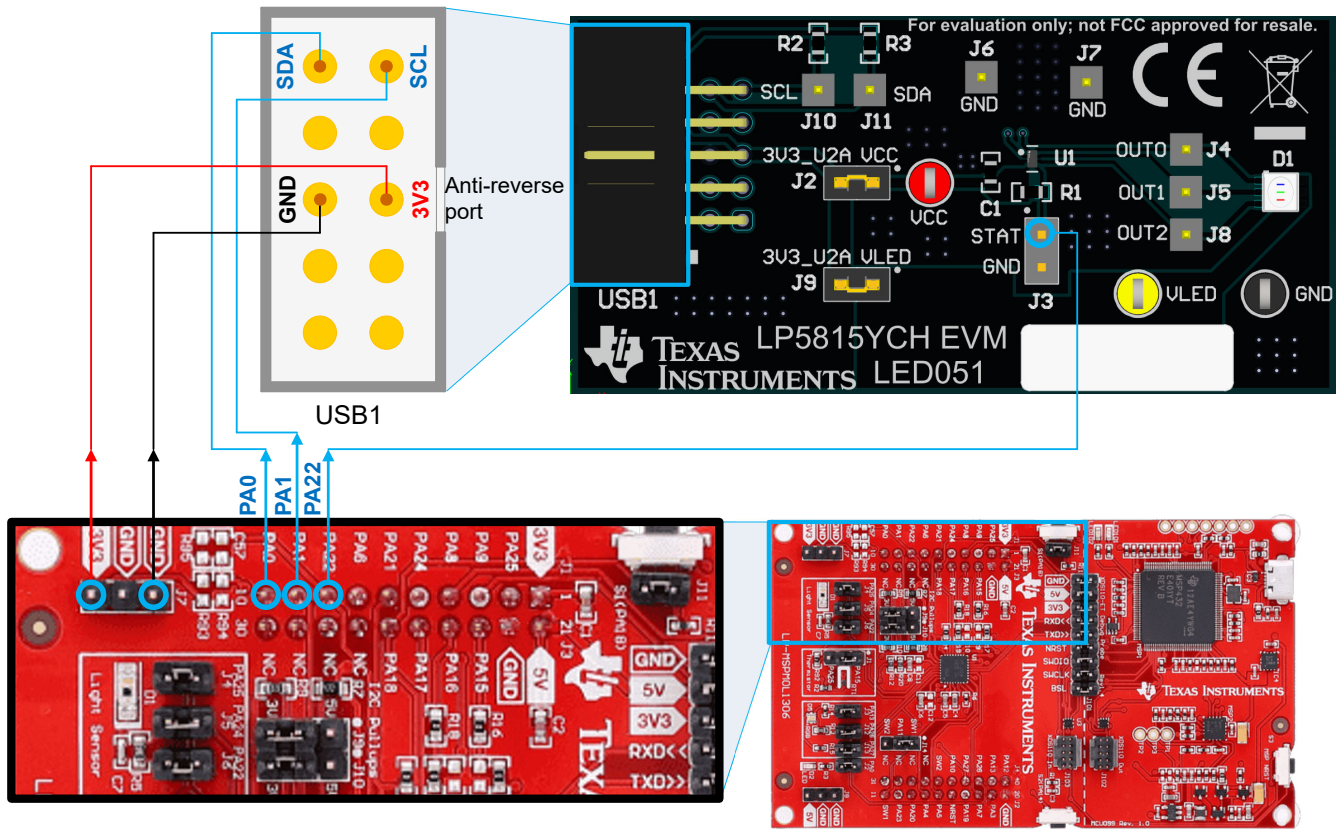

图 2-1. 硬件连接
在 LP-MSPM0L1306 评估板上保留默认跳线设置。LP5815YCHEVM 评估模块可以直接由 LP-MSPM0L1306 评估板的 3.3V 电源供电，不需要外接电源。图 2-1 中演示了电源和 I2C 连接。设置过程如下文所示：
2. 请参阅图 2-1，将 LP5815YCHEVM 评估模块的 GND、SCL、SDA 和 3.3V 接口连接至 LP-MSPM0L1306 评估板。